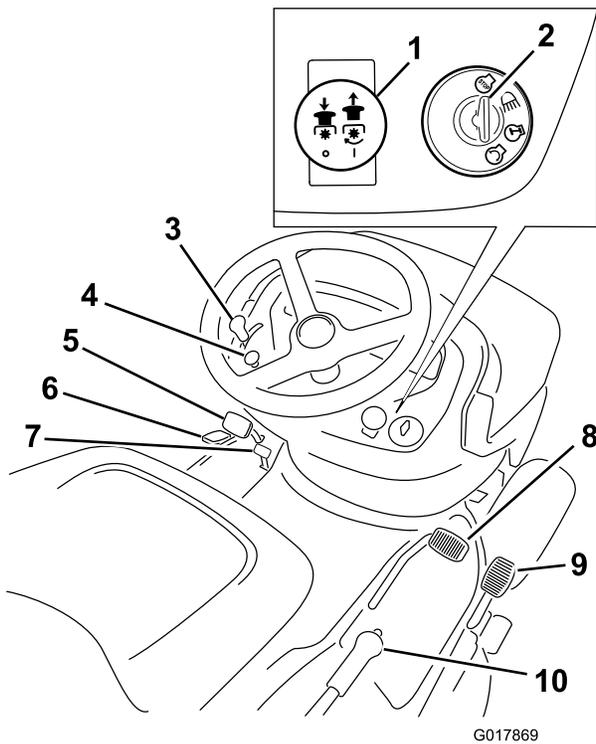

Figure 4
Avant de mettre le moteur en marche et d'utiliser la machine, familiarisez-vous avec toutes les commandes (Figure 4).
1. Appuyez sur la pédale de frein (Figure 4) et maintenez-la enfoncée.
1. Enfoncez la pédale de frein (Figure 4).
Le compteur horaire se trouve sur le tableau de bord (Figure 4) et indique le nombre total d'heures de fonctionnement de la machine.
2. Tirez la commande des lames (PDF) en position Engagée (Figure 4).
2. Poussez le bouton de commande des lames (PDF) en position Désengagée (Figure 4).
4. Désengagez la commande des lames (PDF) (voir Figure 4).